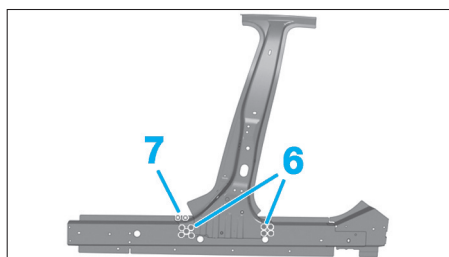

FIG. 86
- Souder par points électriques les points (6) (Fig.86).
- Percer de part en part des trous de Ø 8 mm (7).